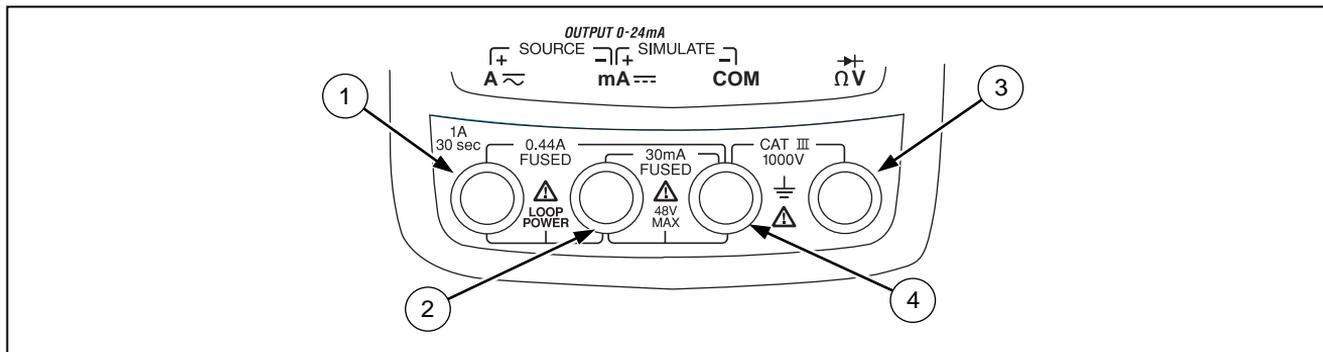

Figura 2. Connettori di ingresso/uscita
- La figura 2 e la tabella 2 descrivono i connettori di ingresso/uscita.